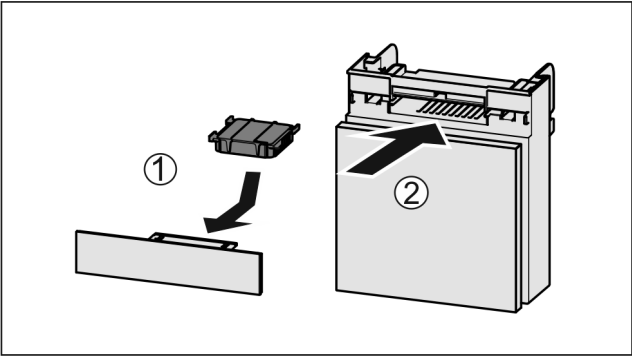

Fig. 107
- ▶ 按图装入 Fig. 107 (1)活性炭过滤器。
- ▶ 推入 Fig. 107 (2)抽屉。